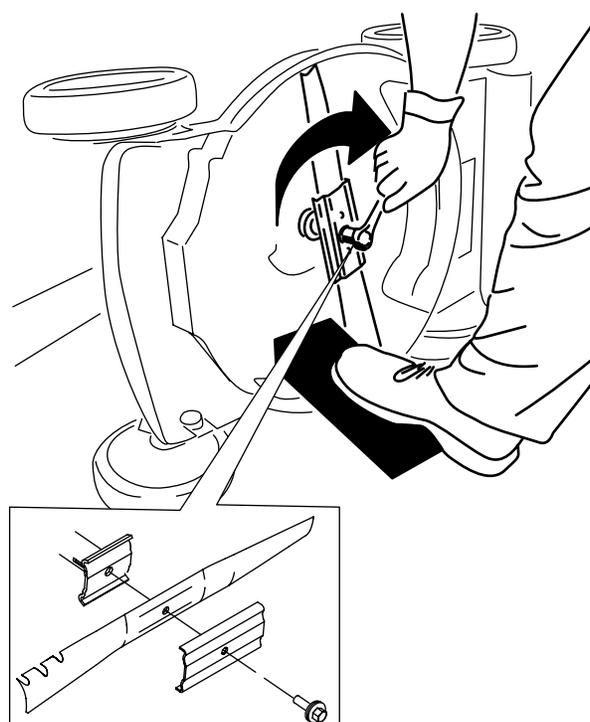

Figura 24
4. Instale lâmina nova e todo o equipamento de montagem (Figura 24).